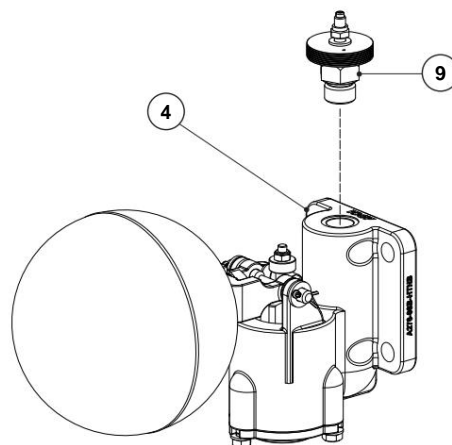

Figura 6
1. Desaperte as porcas (10A) gradualmente em ordem cruzada e separe a tampa (2) do corpo (1).
2. Remova a junta do corpo (3), desparafuse os parafusos (4A), remova a junta (5) e o conjunto do mecanismo (4, 6, 7, 8, 9).
4. Limpe completamente as superfícies do corpo (1) e da tampa (2), sem deixar restos de grafite.
5. Se apenas a ventilação automática (9) precisar ser substituída, prenda firmemente a sede (4) em uma morsa com garras macias (fixada pelo corpo da sede e não pela porca da sede) e desparafuse a ventilação automática (9) – consulte Figura 6.
7. Aplique um selante de silicone adequado na rosca do novo purgador automático (9) e aperte com o torque recomendado – consulte a seção 9.5 – Torques de aperto.
8. Coloque uma nova junta (5) e coloque o conjunto do mecanismo (4, 6, 7, 8, 9) no corpo (1) com a ventilação automática (9) voltada para cima.
9. Fixe a sede (4) apertando os parafusos (4A) com o torque recomendado – ver seção 9.5 – Torques de aperto.